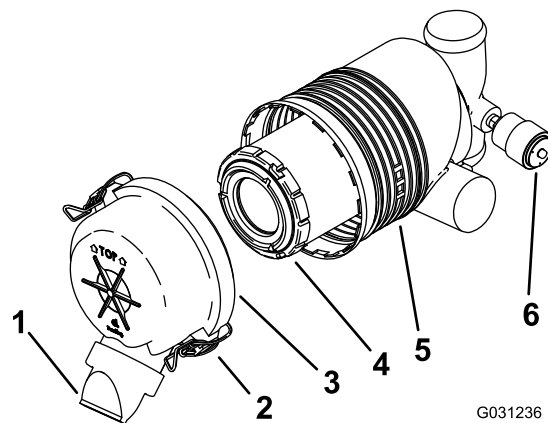

Рисунок 44
Внимание: Обслуживание фильтра воздухоочистителя следует производить только тогда, когда индикатор сервисного обслуживания загорится красным (**Рисунок 44**). Замена воздушного фильтра без необходимости увеличивает вероятность попадания грязи в двигатель при извлечении фильтра.
4. Освободите защелки воздухоочистителя и отделите крышку от корпуса воздухоочистителя (**Рисунок 44**).
1. Осторожно извлеките фильтр из корпуса воздухоочистителя (**Рисунок 44**).
- Осторожно установите фильтр (Рисунок 44).
- Установите крышку воздухоочистителя таким образом, чтобы сторона, обозначенная как TOP (ВЕРХ), была обращена вверх; и закрепите защелки (Рисунок 44).